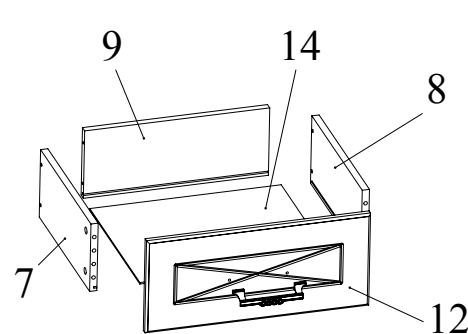

Рис.10
- Вкрутить шпильки минификсов в соответствующие плоскостные отверстия фасада ящика 12. Вставить головки минификсов в соответствующие плоскостные отверстия боковин ящика 7, 8. Вбить шканты в соответствующие торцевые отверстия боковин ящика 7, 8 (Рис. 10).
- Скрепить при помощи конфирматов 7x50 боковины ящика 7, 8 и задник ящика 9. Вставить в паз дно ящика 14 из ДВП (Рис. 10).
- Установить фасад ящика 12 на боковины 7, 8 и зафиксировать, повернув конфирматным ключом головки минификсов по часовой стрелке до упора (Рис. 10).